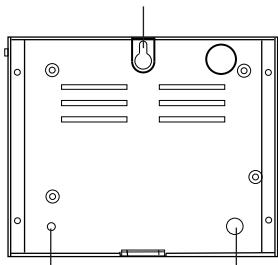
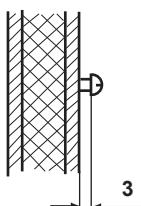

Рис. 9
Рис. 10
2. Вкрутите один из шурупов в верхнее среднее крепежное отверстие (Рис.9). На этот шуруп навешивается контроллер. Поэтому шуруп должен выступать приблизительно на 3 мм (Рис. 10).
Прикрутите нижнюю часть корпуса болтами в обоих нижних отверстиях (рис.9) к стенке или потолку парной.